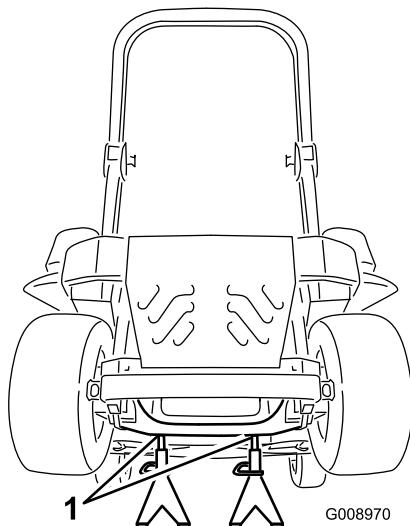

Figura 89
- Levante la máquina y apóyela sobre gatos fijos (Figura 89).
- Retire los gatos fijos y baje la máquina (Figura 89).